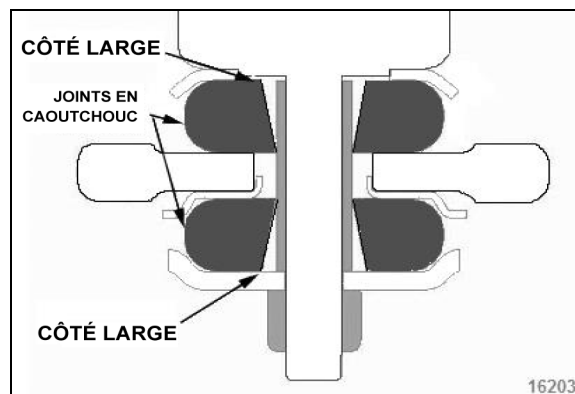

FIGURE 38: BAGUES DE MONTAGE INFÉRIEUR D'AMORTISSEUR
3. Sur le montage inférieur, poser les joints de caoutchouc avec le côté large du trou conique comme illustré dans Figure 38.